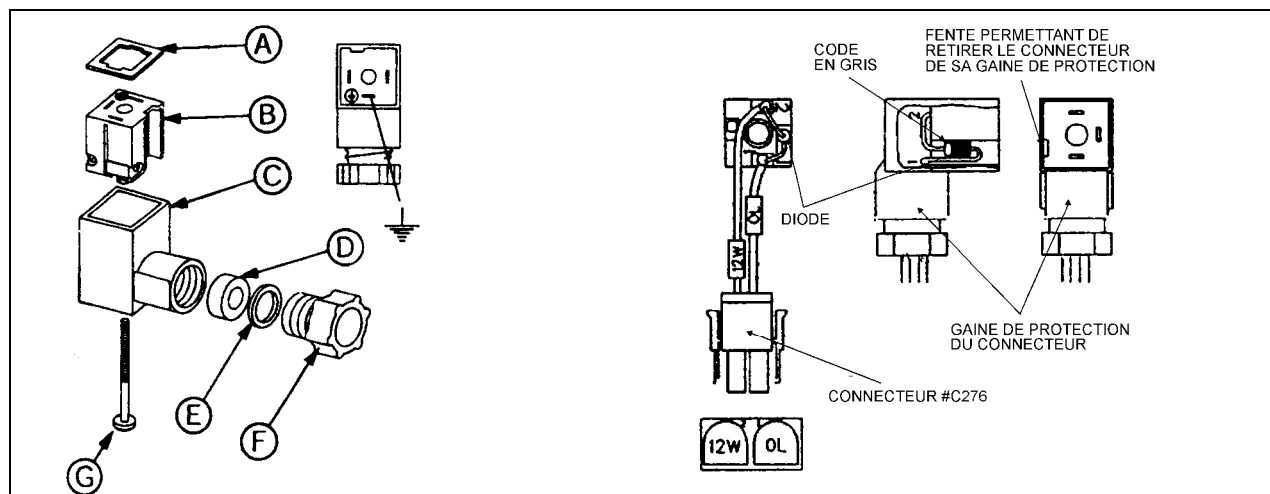

FIGURE 7: CONNECTEUR
- b) Retirer la vis du connecteur. Utiliser un petit tournevis comme levier et extraire le bloc de connexion (voir l'encoche pour extraction B, figure 7).
- d) Installer la diode sur le connecteur (voir figure 7 pour le pliage de diode). L'extrémité située du côté codé en gris de la diode doit être branchée à la borne # 2 alors que l'extrémité située du côté codé en noir doit être branchée à la borne # 1 du bloc de connexion.
7. Insérer un petit tournevis à lame plate dans la fente du connecteur et utiliser le tournevis comme levier pour extraire le connecteur du logement (figure 7 et 9).